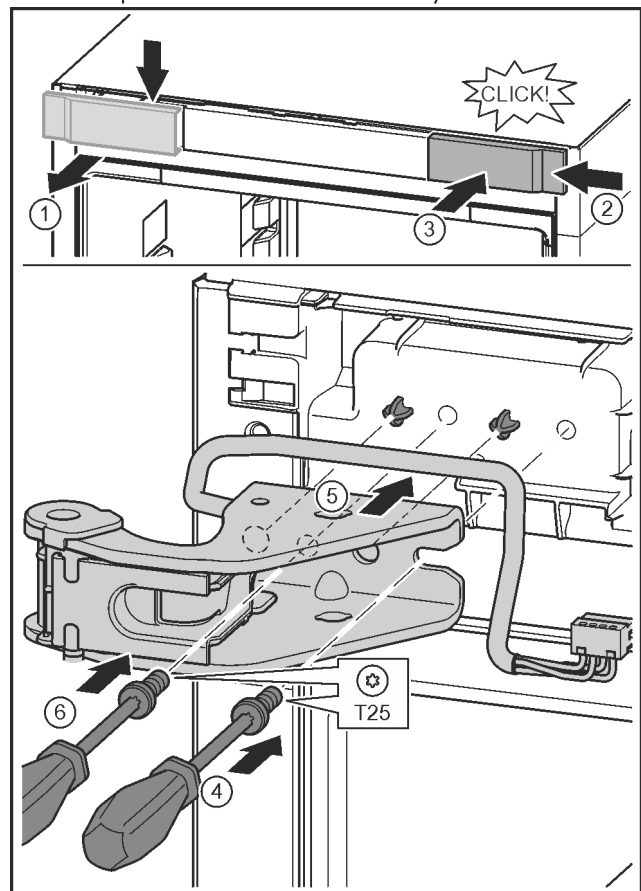

Fig. 28
- Kryt uvolněte a sejměte do strany. Fig. 28 (1)
- Kryt otočený o 180° zavěste na druhé straně zprava. Fig. 28 (2)
- Zaklapněte kryt. Fig. 28 (3)
- Šroubovákem T25 nasadíte šrouby. Fig. 28 (4)
- ▶ Nasadte horní stojan ložiska. Fig. 28 (5)
- ▶ Utáhněte šroub. Fig. 28 (4)
- ▶ Šroubovákem T25 vložte šroub a utáhněte. Fig. 28 (6)